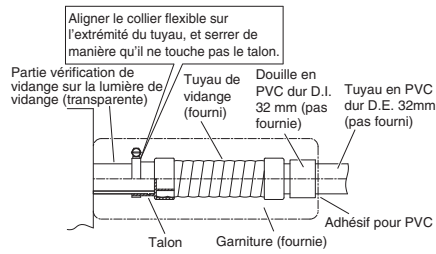

Fig. 3-9
- (1) Préparer un tuyau en PVC dur standard (D.E. 32 mm) pour la vidange, et utiliser le tuyau de vidange fourni et le collier flexible pour empêcher des fuites d'eau. Le tuyau en PVC doit être acheté séparément. La bouche de vidange transparente de l'unité vous permet de vérifier la vidange. (Fig. 3-9)
- Insérer le tuyau de vidange jusqu'à ce qu'il touche la douille, de la manière indiquée en Fig. 3-9, puis le fixer à fond avec le collier flexible.
- Serrer les brides de durite pour que leurs écrous auto-serrants soient dirigés vers le haut. (Fig. 3-9)